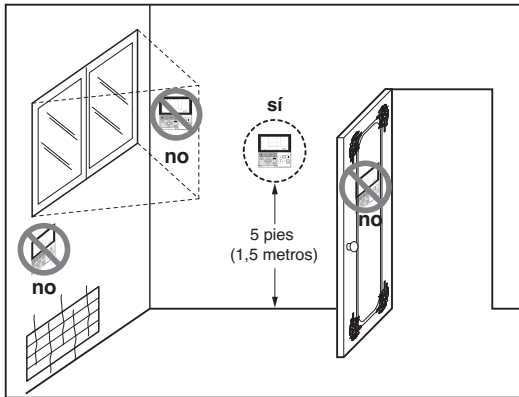

Fig.1 Ubicaciones típicas para el control remoto
- Este control remoto está equipado con una pantalla LED de siete campos. Para una mejor visualización del LED del control remoto, el control remoto debería instalarse correctamente como aparece en la Fig. 1. (La altura estándar es de 1,2~1,5 m sobre el nivel del suelo).